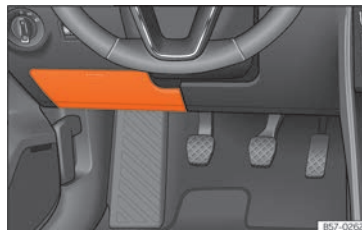

Fig. 105 En el tablero de instrumentos del lado del conductor (guía izquierda): tapa de la caja de fusibles.
- **Abrir:** abata la cubierta hacia abajo »» fig. 105.